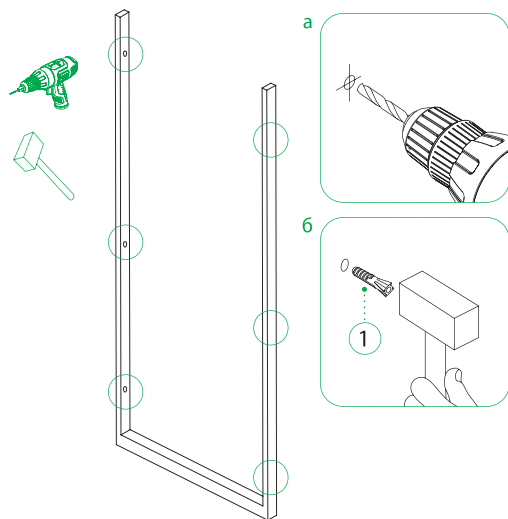

Рис. 8/8-сур.
Просверлите, вставьте дюбели (1) (рисунок 8), приложите обратно конструкцию, предварительно обработав санитарным силиконовым герметиком стыки со стеной, и зафиксируйте их с помощью шурупов (5), как показано на рисунке 9.